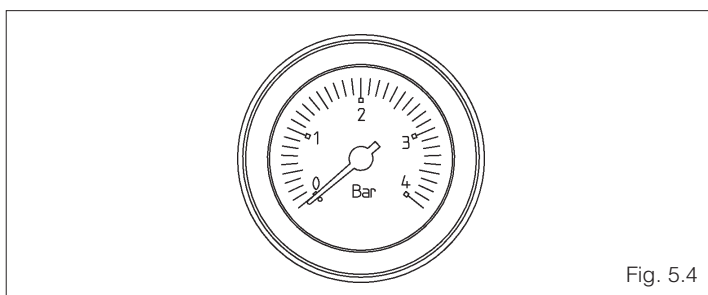
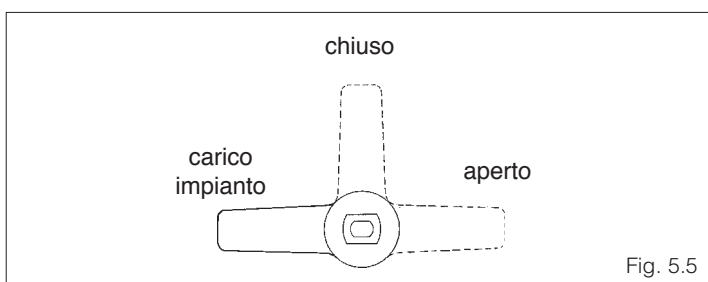

Fig. 5.4
Fig. 5.5
Verificare il valore di pressione sull'idrometro, se inferiore a 0,5 bar, con impianto freddo (fig. 5.4), agire come segue:
- posizionare il rubinetto di riempimento in "carico impianto" (fig. 5.5) fino a che il valore di pressione sia compreso tra 1 e 1,5 bar (fig. 5.4)
- riposizionare il rubinetto di riempimento in "aperto" (fig. 5.5).